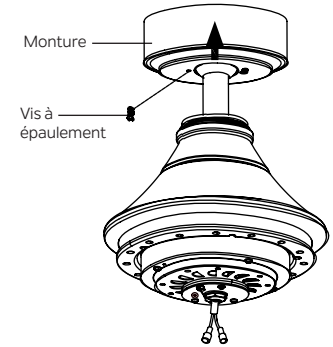

Fig. 16
**Étape 2.** Assemblez l'auvent en tournant la fente de la clé dans l'auvent sur la vis à épaulement dans le support de montage. Réinstallez la vis à épaulement précédemment retirée, puis serrez fermement les deux vis à épaulement. (Fig. 16)